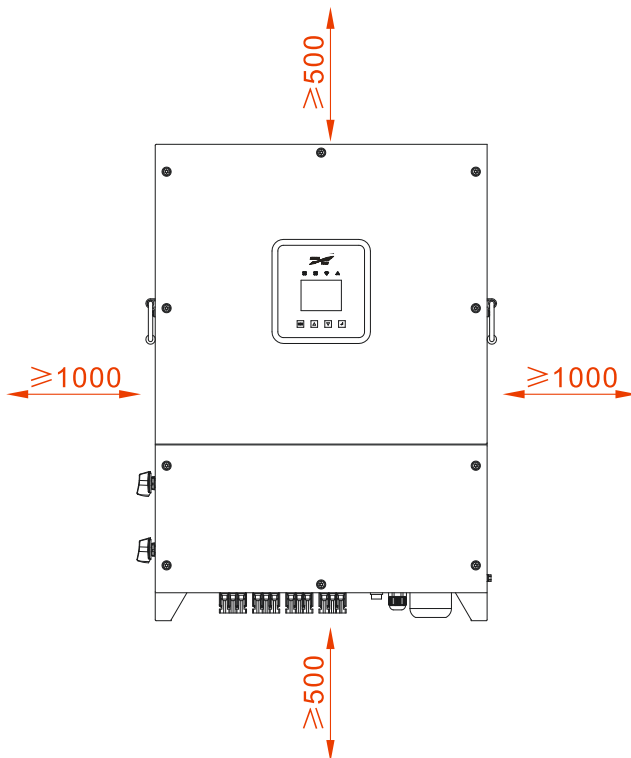
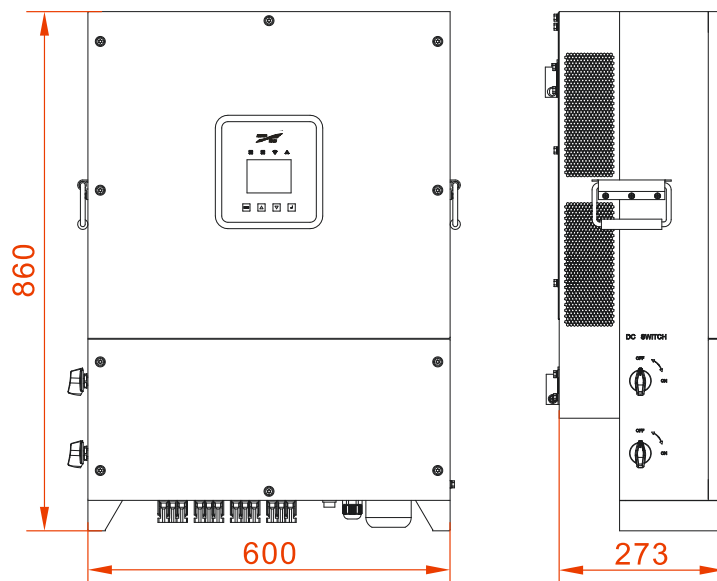

Figura 3-2 Ingombro di installazione
Figura 3-4 Dimensioni dell'inverter (unità di misura: mm)
Per una buona dispersione del calore e per semplificare la manutenzione, lasciare uno spazio libero di almeno 1000 mm tra il lato destro e sinistro dell'inverter e gli altri oggetti, di almeno 500 mm tra la parte superiore dell'inverter e il soffitto e di almeno 500 mm tra la parte inferiore dell'inverte e il terreno, come illustrato nella Figura 3-2.
- Fase 1 Scegliere il luogo di installazione in base alle dimensioni dell'inverter (come illustrato nella Figura 3-4) e ai requisiti di ingombro per l'installazione (come illustrato nella Figura 3-2).